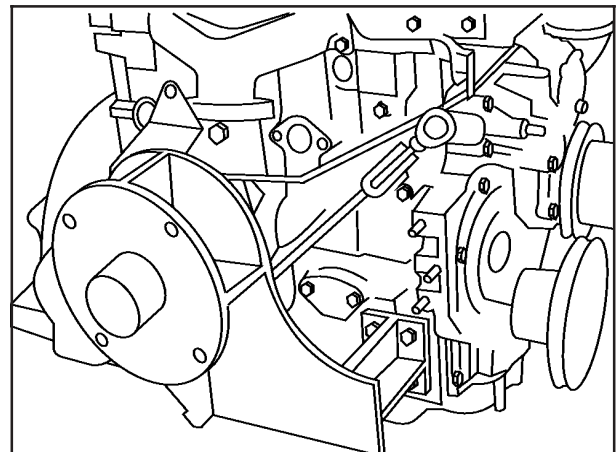
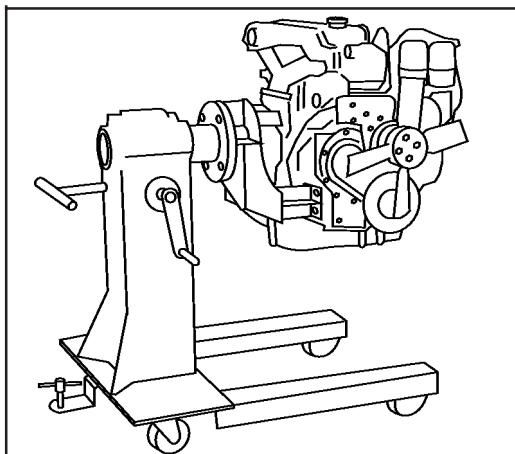

FIG 3
FIG 4
14. Monte o adaptador no motor ferramenta número 81 30 406, **Fig. 3** e a seguir, no suporte móvel, ferramenta número 81 30 007, veja **Fig. 4**.